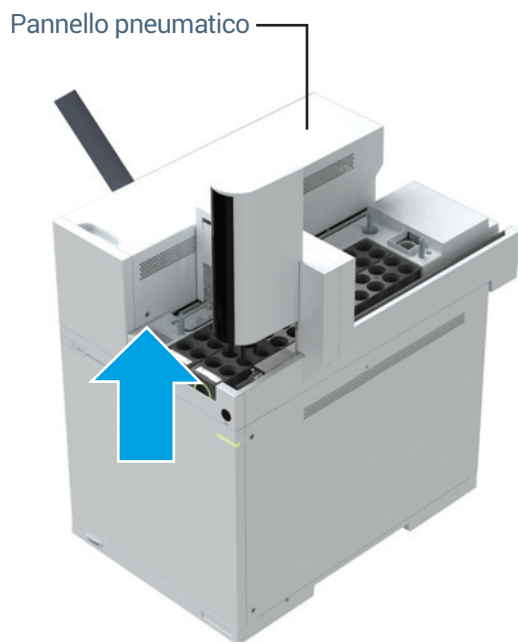

Figura 3. Rimuovere la vite torsionometrica T-20 dal pannello dei componenti pneumatici
- 2 Rimuovere la vite T-20 che fissa il coperchio (**Figura 3**).